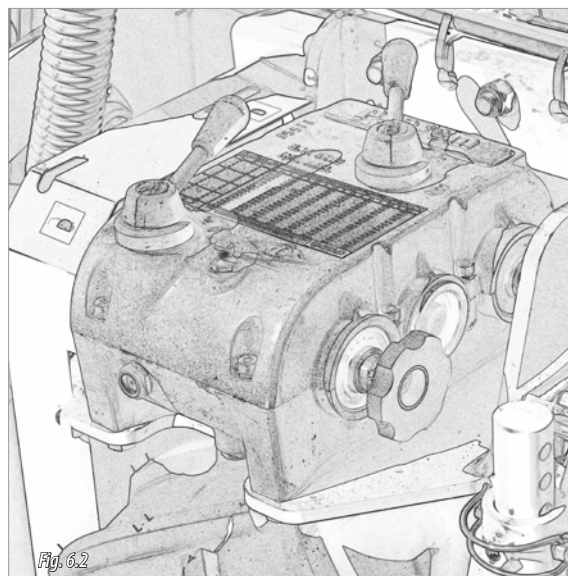

Fig. 6.2
- 2- AUTOMATIC GEARBOX (Fig. 6.2).